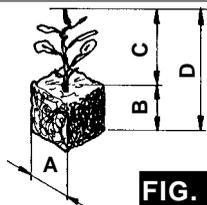

FIG. 7.2
- cúbicos, de 5x5 a 6x6 cm (fig. 7.2) con tazas perforadoras de 6x6, opcionales (ver el apartado 26.2).